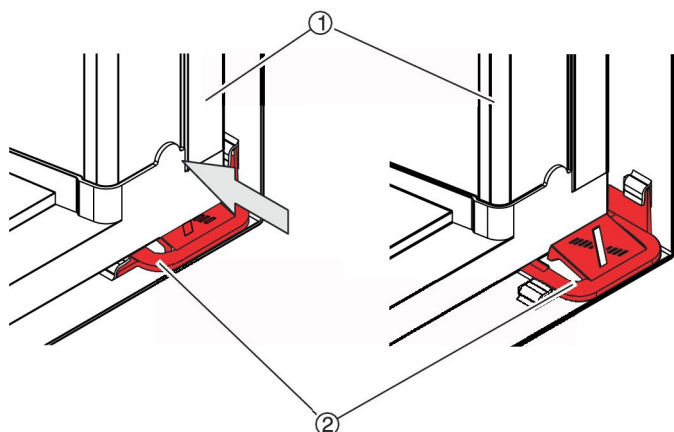

Fig. 56 : L'élément filtrant se verrouille
6. ▶ Introduire le nouvel élément filtrant (Fig. 56 /1) à l'intérieur et sur les fixations à ouverture rapide (Fig. 56 /2) jusqu'à ce qu'il se verrouille.